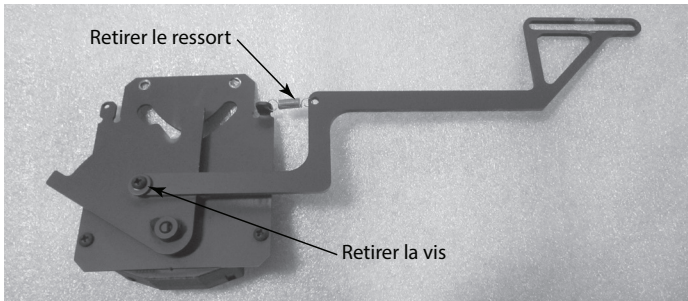

Figure 4.30 Retrait du bras de liaison et du ressort
6. Retirez le bras de liaison et le ressort de la minuterie. Voir la figure 4.30.